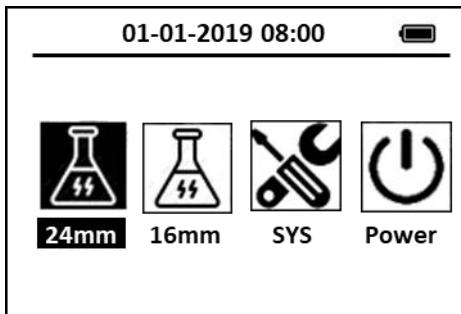

图 5 主界面
Pyxis HM-900 提供直观的图标菜单，如图 5，协助用户操作。主页上三大图标说明如下：
4. 将空白样插入适配器，如图 5所示。选择16mm图标，按OK键。使用导航键和OK键选择适合的标准曲线 (offshore oil 海洋石油、Diesel柴油、和Heavy Fuel Oil重油) 即校准曲线。用左右键选择所选油类的测量范围， LR为低量程， HR为高量程。点击 ZERO 进行空白校准。